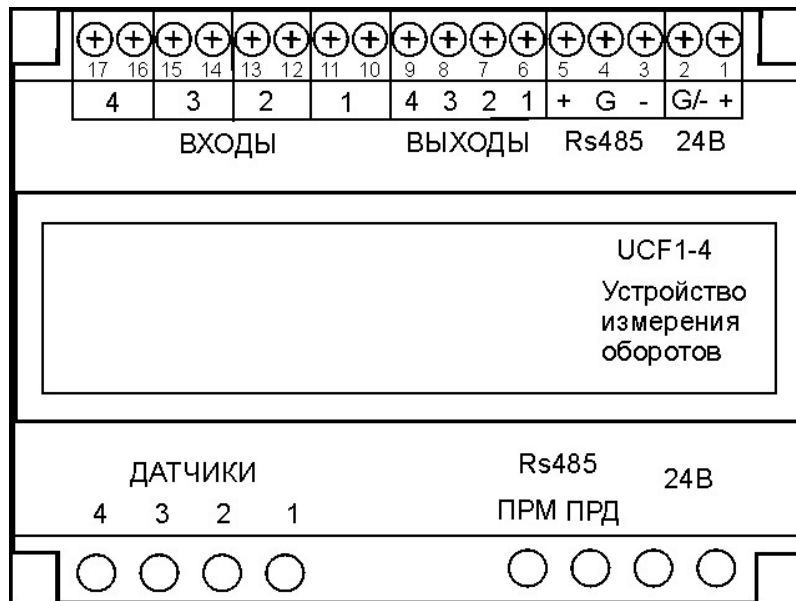

Рис.1
2.1.2 Подключение электрических цепей производится с использованием винтовых клеммных соединителей. Расположение и назначение контактов показано на "Схеме подключения" и на шильдике, который находится на передней панели устройства (см. рис.1).